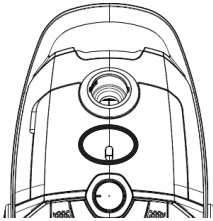

Fig. 8
Înlocuiți sacul de praf atunci când indicatorul de umplere a sacului de praf (6) este roșu sau apare o pierdere de aspirație (Fig 8).